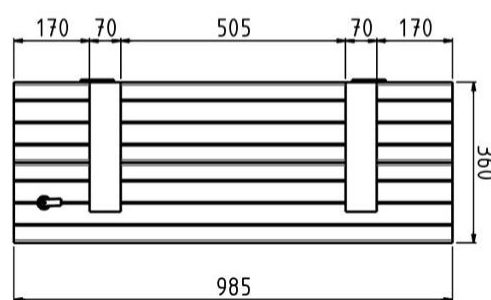

Figure 26 – Assemblage du caillebotis avec verrou
- Fixez la gâche, à l'aide de 2 vis penture vis penture 6 × 20 en inox A2 (sachet D) sur la face verticale du renfort le plus proche de la serrure (*Figure 26*), à 20 mm environ du haut du renfort, et de façon à ce que la came vienne se positionner sous le retour de la gâche lorsqu'on la verrouille.